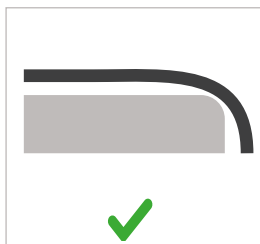
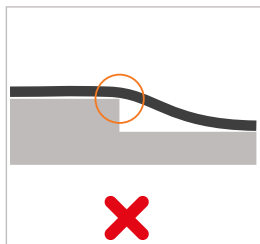

Figure 5
Figure 8
- ▶ Ne tirez pas le flexible sur des bords saillants (*Figure 5 à Figure 8*).